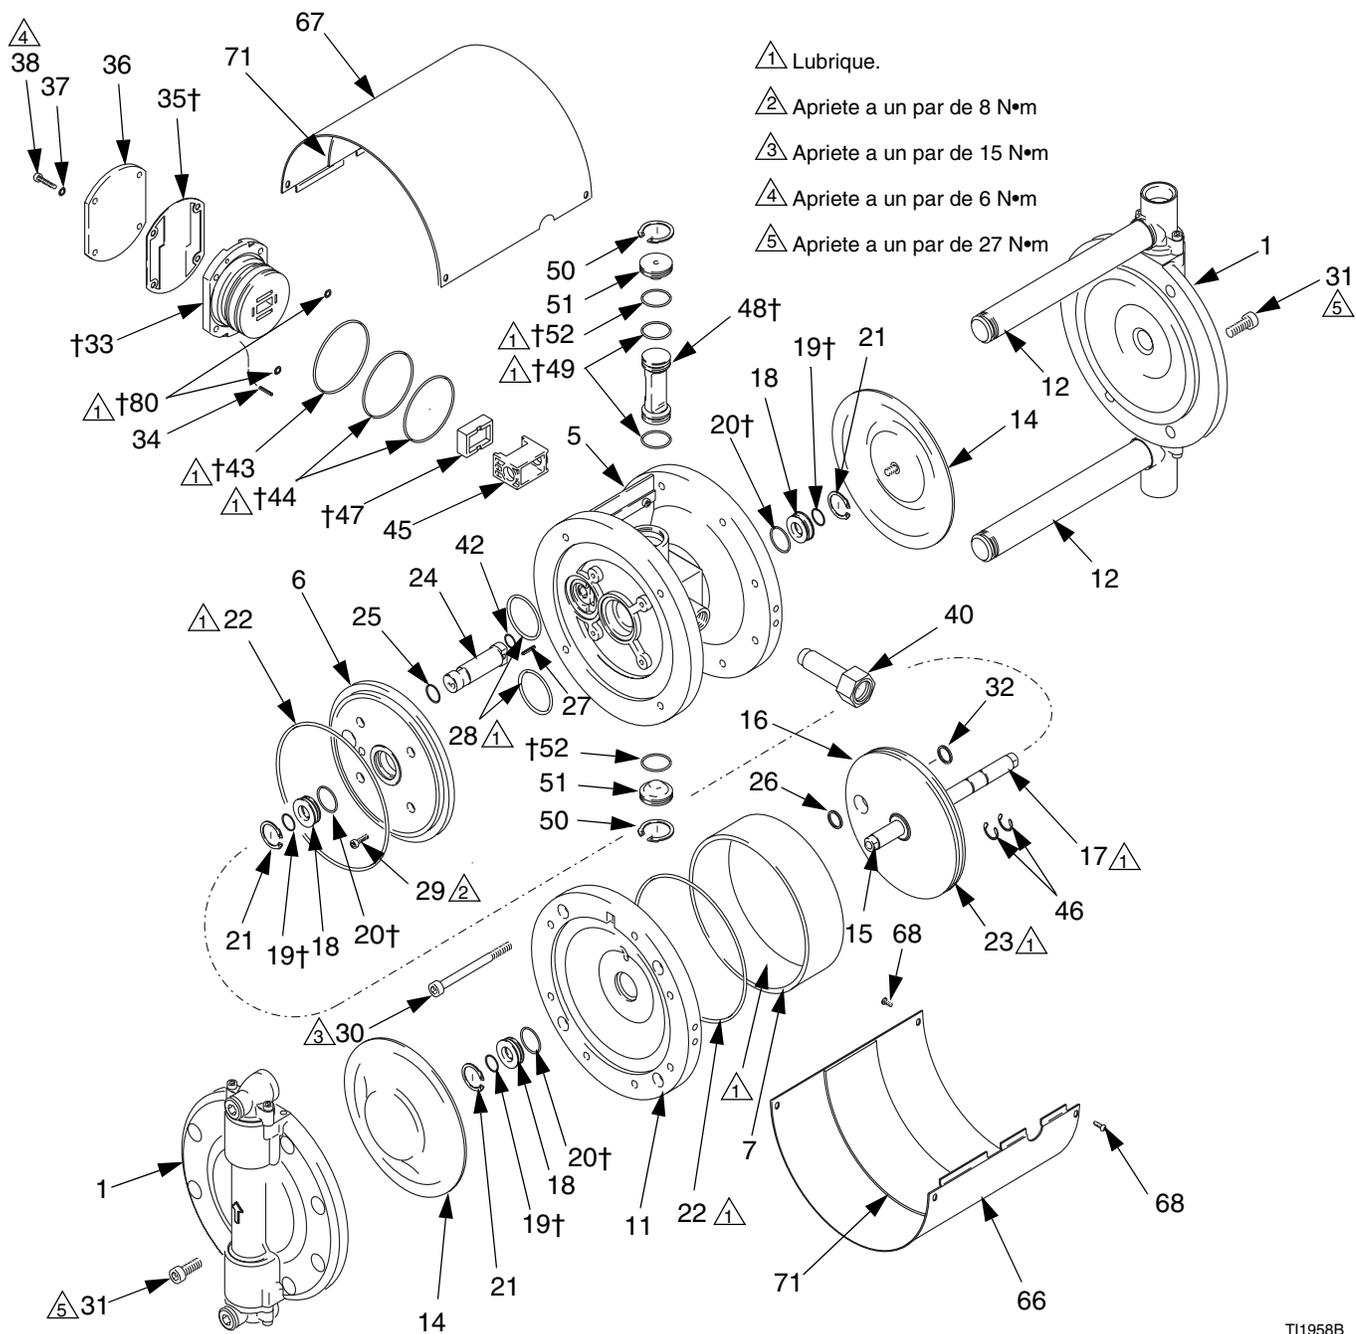

FIG. 7. Repare la válvula de aire
2. Retire los tornillos (31) de una de las tapas de fluido (1). Saque el conjunto de la tapa, separándola de los tubos de fluido (12). Vea FIG. 7.
3. Retire los tornillos (31) y la otra tapa de fluido (1), manteniendo sujetos los tubos de fluido (12).
4. Desmonte el racor de la entrada de aire (40).
5. Retire los tornillos (68) y las tapas superior (67) e inferior (66).
6. Desmonte las membranas (14), página 15.
7. Saque los cuatro tornillos (38) y las arandelas (37), la tapa de la válvula de aire (36), y la junta (35).
8. Saque el asiento de la válvula neumática (33) del alojamiento (5) utilizando dos destornilladores introducidos en los recesos del asiento. Retire las juntas tóricas (43, 44, y 80) del asiento.
9. Saque la copela (47) del alojamiento central.
10. Retire los dos clips (46) del eje (17).
11. Retire los tornillos (30), la tapa exterior del cilindro (11), y el cilindro (7). No afloje las juntas tóricas (22).
12. Saque el pistón (16) y el conjunto del eje.